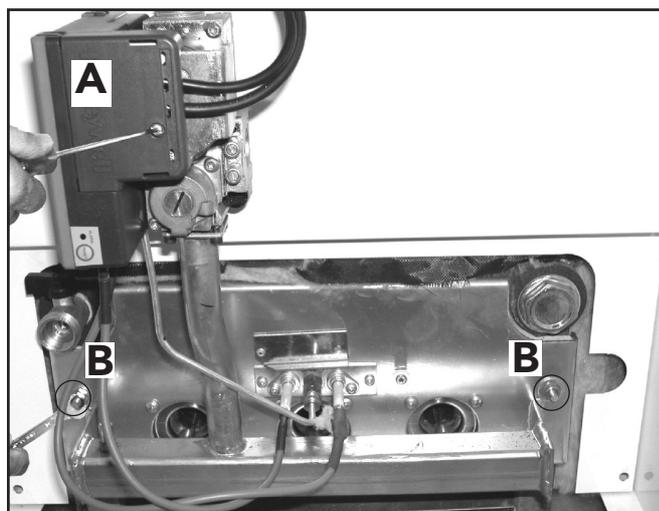

fig. 8
- Togliere la centralina elettronica di comando **A** della valvola gas (fig. 8);
- Svitare i due dadi **B** che fissano la porta della camera di combustione agli elementi in ghisa della caldaia (fig. 8)